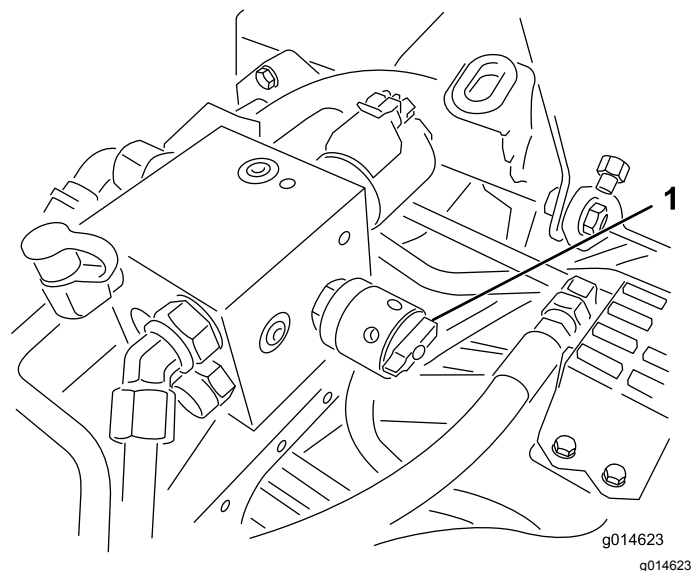

図 52
6. リール速度コントロールを 1 にセットする 図 52。